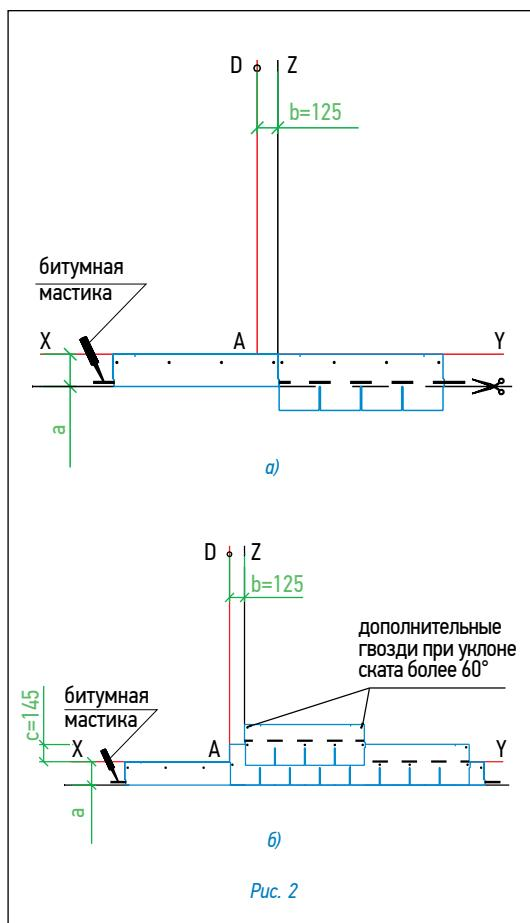

Рис. 2
### Укладка материала (рис. 2)
- Начальный ряд формируется из специальной коньково-карнизной черепицы, либо из листов черепицы обрезанных по линии образованной конечными точками вырезов. Элементы начального ряда укладываются по линии карниза в обе стороны от линии Z (рис. 2а) и фиксируются по нижнему краю битумной мастики, а по верхней кромке 4 гвоздями (ось гвоздей на 5 см ниже верхнего края полосы).
- далее первый ряд черепицы укладывается от линии AD (рис. 2б);
- второй ряд укладывается от линии Z (со смещением 12,5 см от AD) (рис. 2б);
Каждый лист черепицы крепится 5 гвоздями в штатных местах (ось гвоздей на линии битумных kleевых полос) таким образом, чтобы гвоздь прошивал и верхний край нижележащего листа черепицы (рис. 2б).